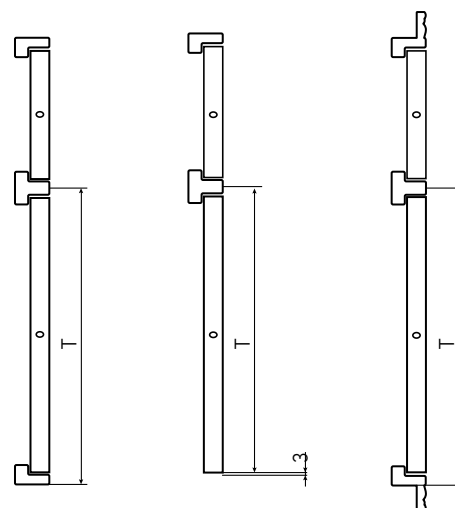

Рис. 19
6.2 Горизонтальная Т-образная рама измеряется от самой нижней точки изделия до середины. (Рис.19)